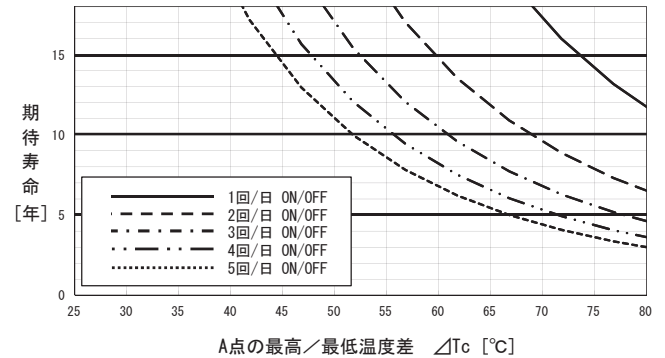
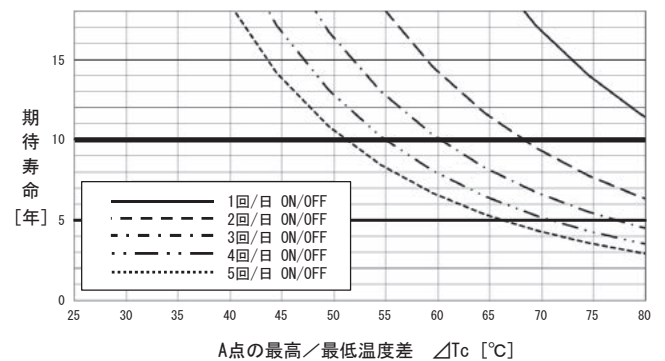
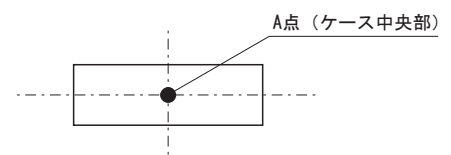

図8.4 熱疲労による期待寿命グラフ (MG6)
図8.5 熱疲労による期待寿命グラフ (MG10)
図8.6 温度測定箇所 (ケース上面)
■図8.4, 図8.5に当社加速試験結果を基に算出した1日のON/OFF回数とケース温度差(図8.6ポイントA点 ΔT_c)に対する製品の期待寿命を示します。連続通電の場合であっても負荷率の変動などでケース温度に変動が発生する場合は、上記考え方を適用してください。
■無償補償期間10年ですが、図8.4, 図8.5に示す期待寿命が10年未満の場合、この寿命を無償補償期間とします。